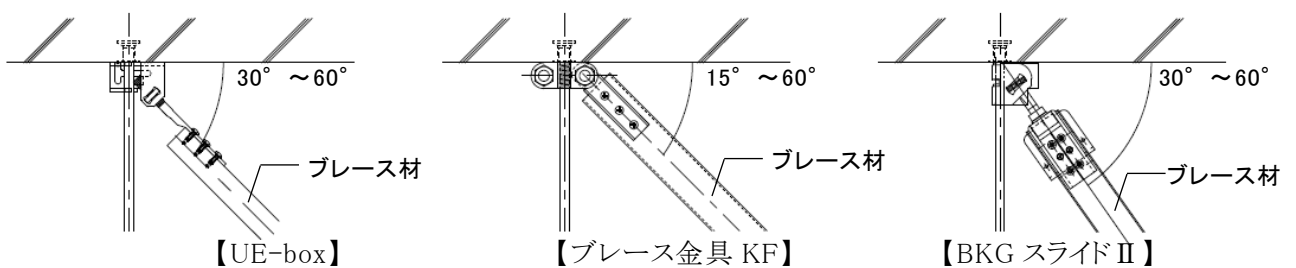

図 2-7-7 ブレース設置角度
④ブレースの設置角度は $30^{\circ} \sim 60^{\circ}$ の範囲(ブレース金具 KF の場合は $15^{\circ} \sim 60^{\circ}$ の範囲)となるように設置し、ブレース上部取付金具の取付位置は、インサート、スラブに金具が当たるまでとする。(図 2-7-7 参照)